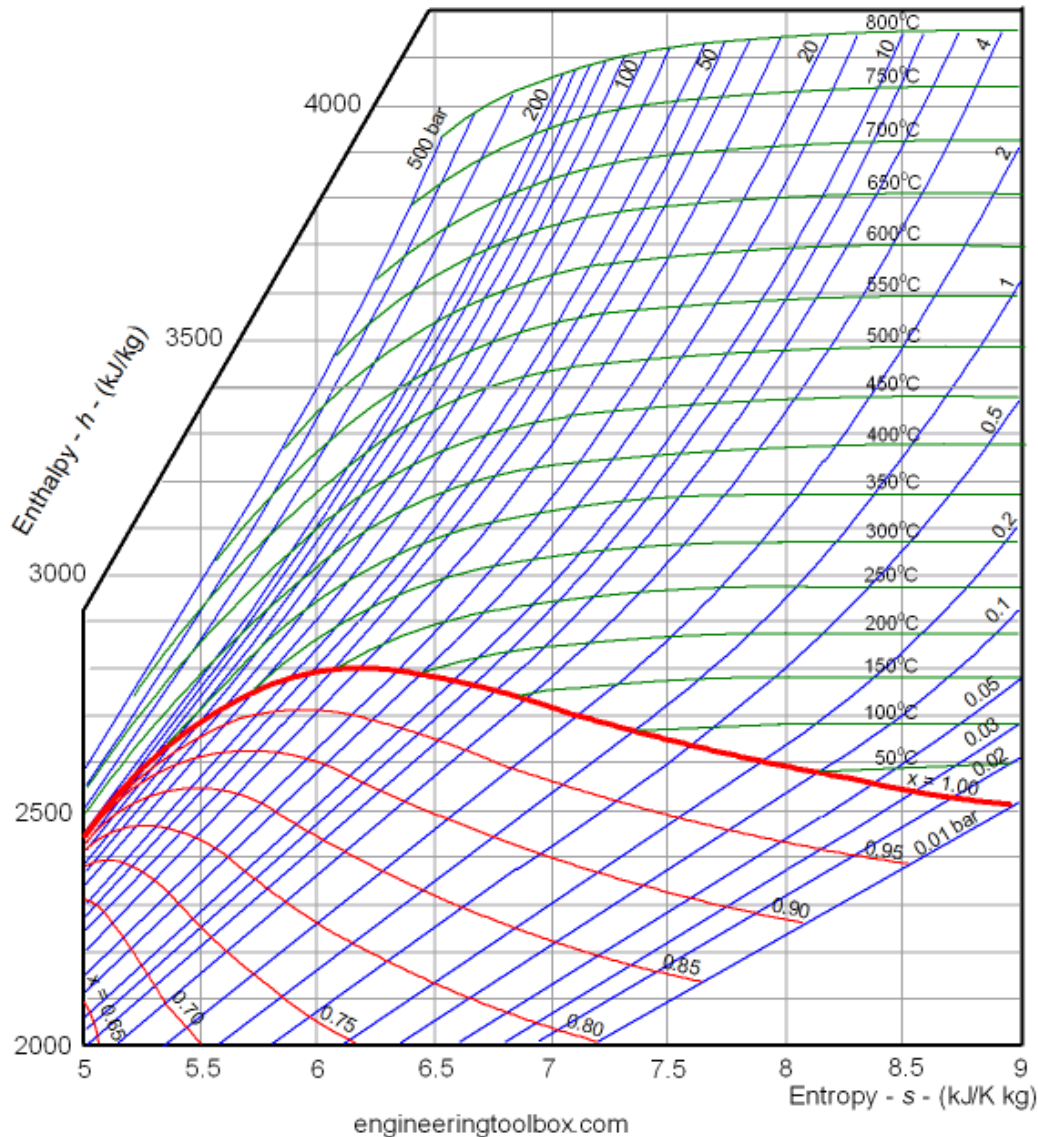

Figure 5 – Diagramme de Mollier de l'eau.
Le diagramme complet de l'eau est représenté figure 5, page suivante.
- 1 - Représenter la transformation sur le diagramme de Mollier représenté figure 5.